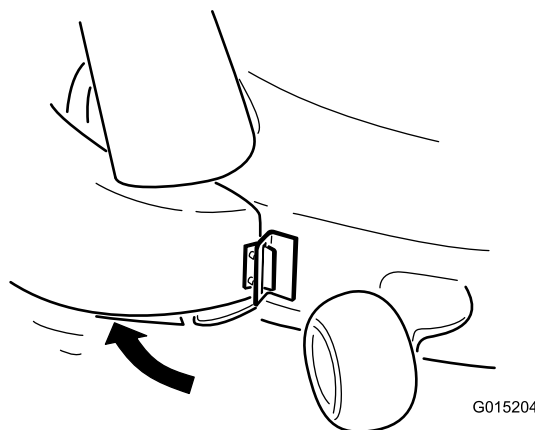

Figura 20
2. Girate indietro la guida di scarico verso il piatto di taglio in modo che sia a paro con quest'ultimo (Figura 20).